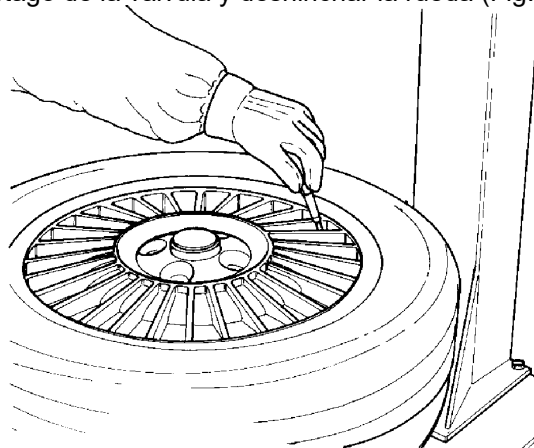

Fig. 11
A. Quitar todos los contrapesos de los bordes de la llanta. Quitar el vástago de la válvula o el núcleo del vástago de la válvula y deshinchar la rueda (Fig. 11).